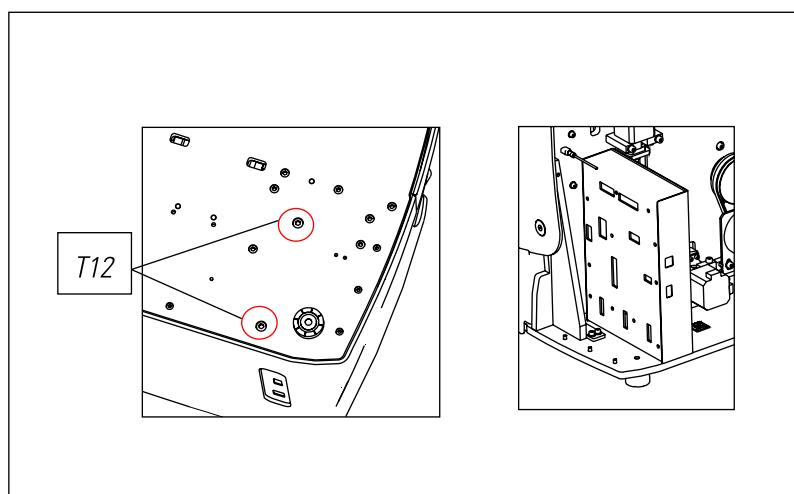

FIG. 29
- 3) Beide Schrauben (T12) mit einem 5-mm-Inbusschlüssel lösen. (Abb. 29)